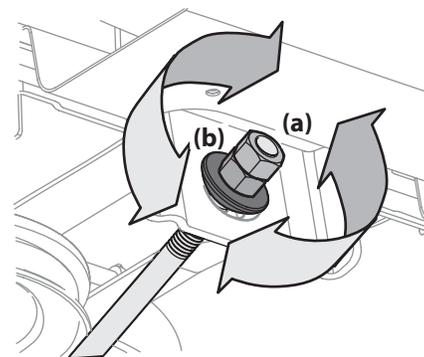

Figura 4-6
5. Para *elevar* el frente de la plataforma, quite la tapa de extremo, afloje la tuerca exterior (a), luego ajuste (enrosque hacia adentro) la tuerca interior (b) contra el soporte de la suspensión delantera. Consulte Figura 4-6. Una vez alcanzado el ajuste adecuado, vuelva a ajustar la tuerca exterior (a) y vuelva a colocar la tapa de extremo.
6. Para *bajar* el frente de la plataforma, quite la tapa de extremo, afloje la tuerca exterior (a), luego afloje (desenrosque hacia afuera) la tuerca interior (b) contra el soporte de la suspensión delantera. Consulte Figura 4-6. Una vez alcanzado el ajuste adecuado, vuelva a ajustar la tuerca exterior (a) y vuelva a colocar la tapa de extremo.